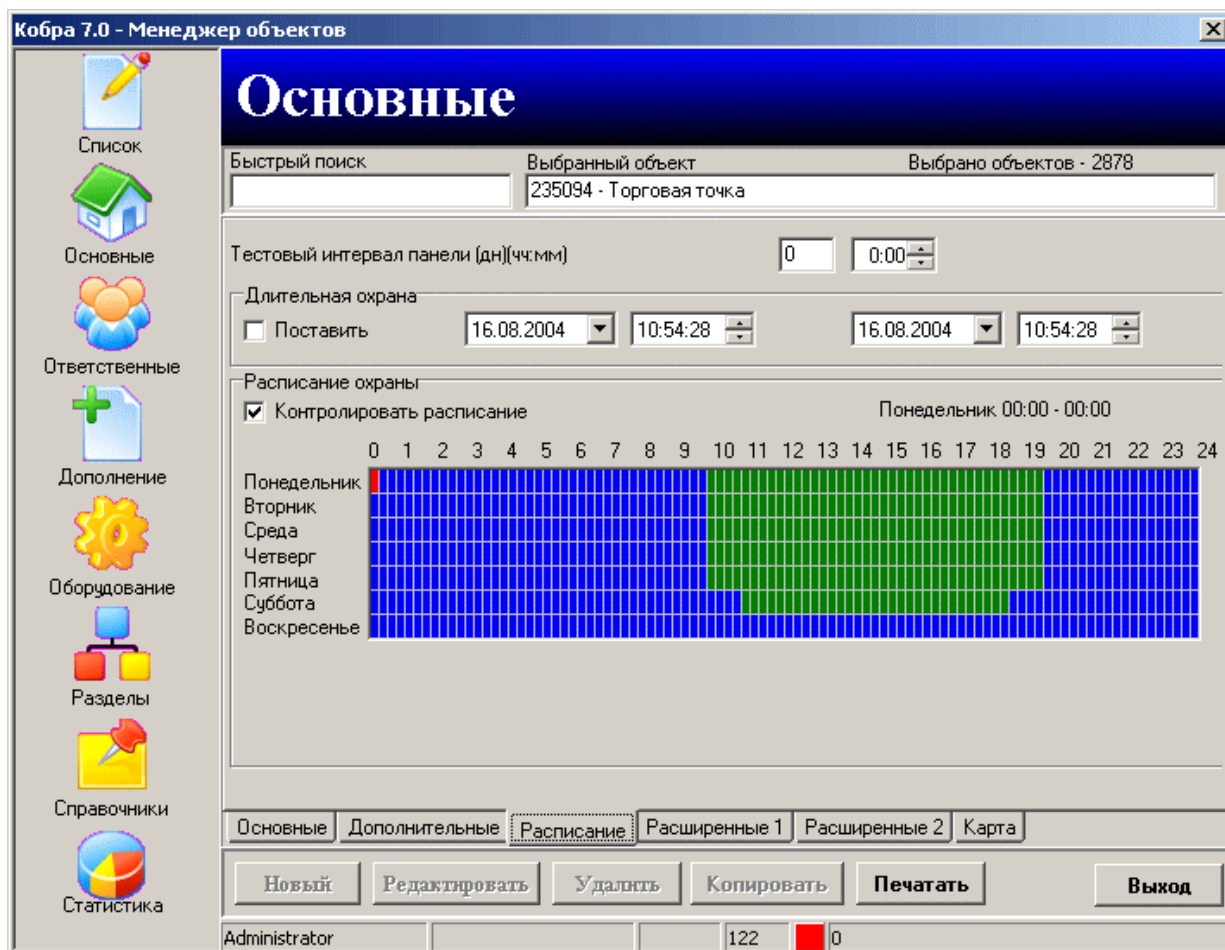

Рис.5.5
5.1.3. Закладка «Расписание» из меню «Основные» (Рис.5.5)